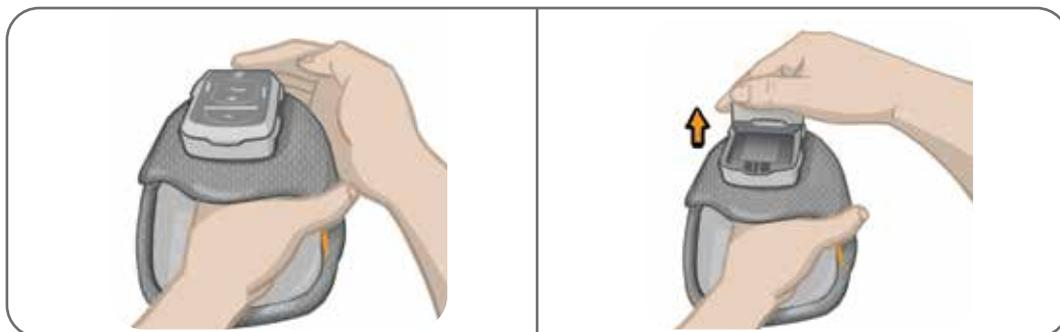

Figura 8-12: Remoção do EPG
2. Puxe a parte superior do EPG para removê-la do suporte. Veja a Figura 8-12.